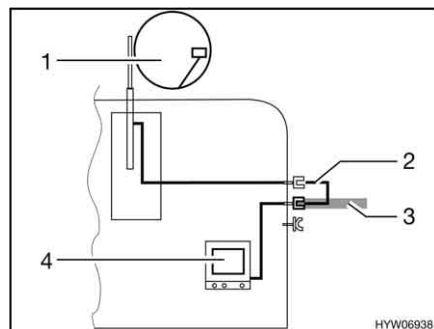

Bild 153 TV i fordonet
- TV i fordonet (Bild 153,4): Anslutning till takantenn (Bild 153,1) med anslutningskabel (Bild 153,2)
- TV i fordonet (Bild 153,4): Anslutning till extern antenn (Bild 153,3)